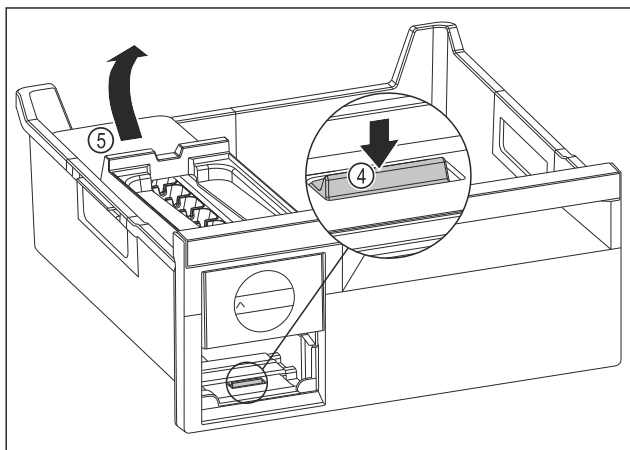

Fig. 82
- ▶ Изваждане на корпуса на EasyTwist-Ice: Натиснете езичето Fig. 82 (4) с пръст надолу и едновременно с това с другата ръка повдигнете корпуса на EasyTwist-Ice Fig. 82 (5) отзад.